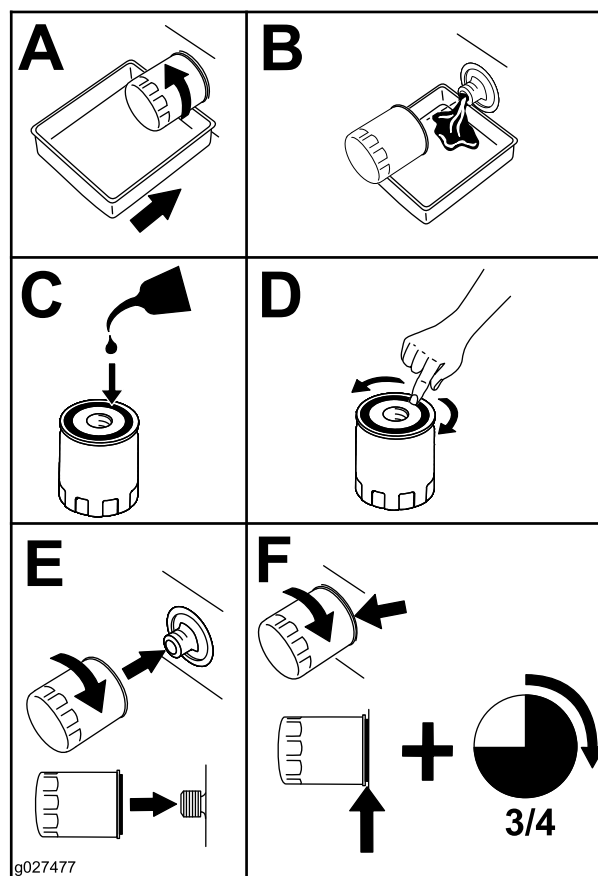

Bild 45
2. Wechseln Sie den Motorölfilter (Bild 45).